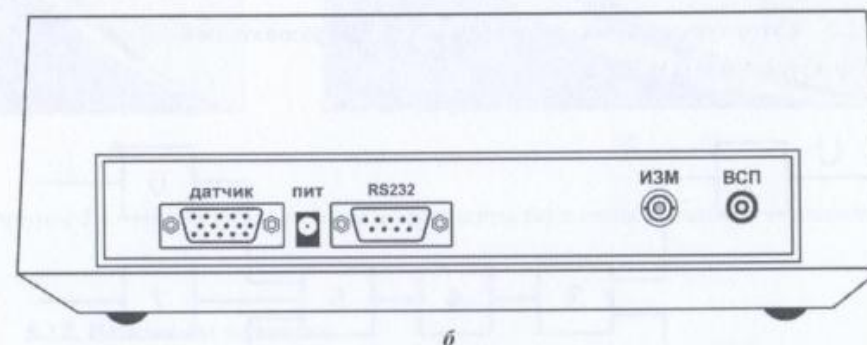

Рисунок 5.1 – Внешний вид ИП в переносном исполнении в комплекте с комбинированным pH-электродом и температурным датчиком.
5.2.2.1 Внешний вид ИП в переносном исполнении в комплекте с комбинированным pH-электродом и температурным датчиком приведен на рис. 5.1.